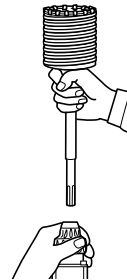

Fig. 14
- (2) Montar la espiga de la barrena tubular en el martillo perforador. (Fig. 14)